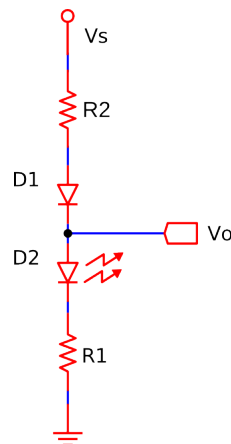

Figura P-2-6: Circuito Electrónico.
P-2-6 Se tiene el circuito de la Fig. P-2-6 con $V_s = 20\text{ [V]}$, la tensión de umbral en LED de color azul $V_{U,\text{Azúl}} = 5,0\text{ [V]}$, la tensión de umbral en diodo de silicio $V_U = 0,7\text{ [V]}$, $R_1 = 330\text{ [\Omega]}$, y $R_2 = 100\text{ [\Omega]}$. Se pide calcular las siguientes variables.
1. La tensión V_o medida entre la masa y el terminal indicado en la Fig. P-2-6.